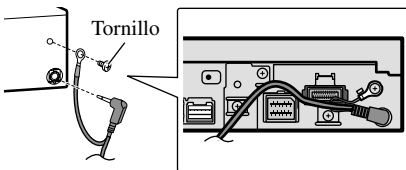

Fig. 6
1. Conecte el cable óptico y hilo de tierra a la unidad principal. (Fig. 6)